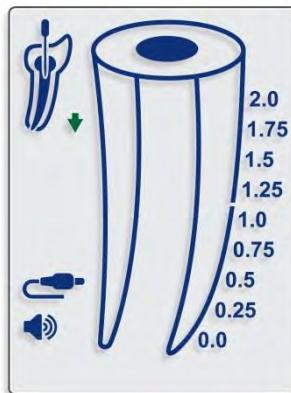
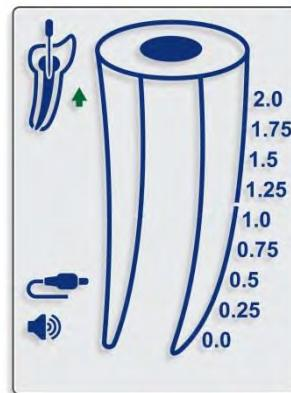

Abb. 5
Abb. 6
- 7.4.10. Die Bewegung der Feile im Kanal wird auf dem Display mit einem ABWÄRTSPFEIL (Abb. 5) und einem AUFWÄRTSPFEIL (Abb. 6) dargestellt.